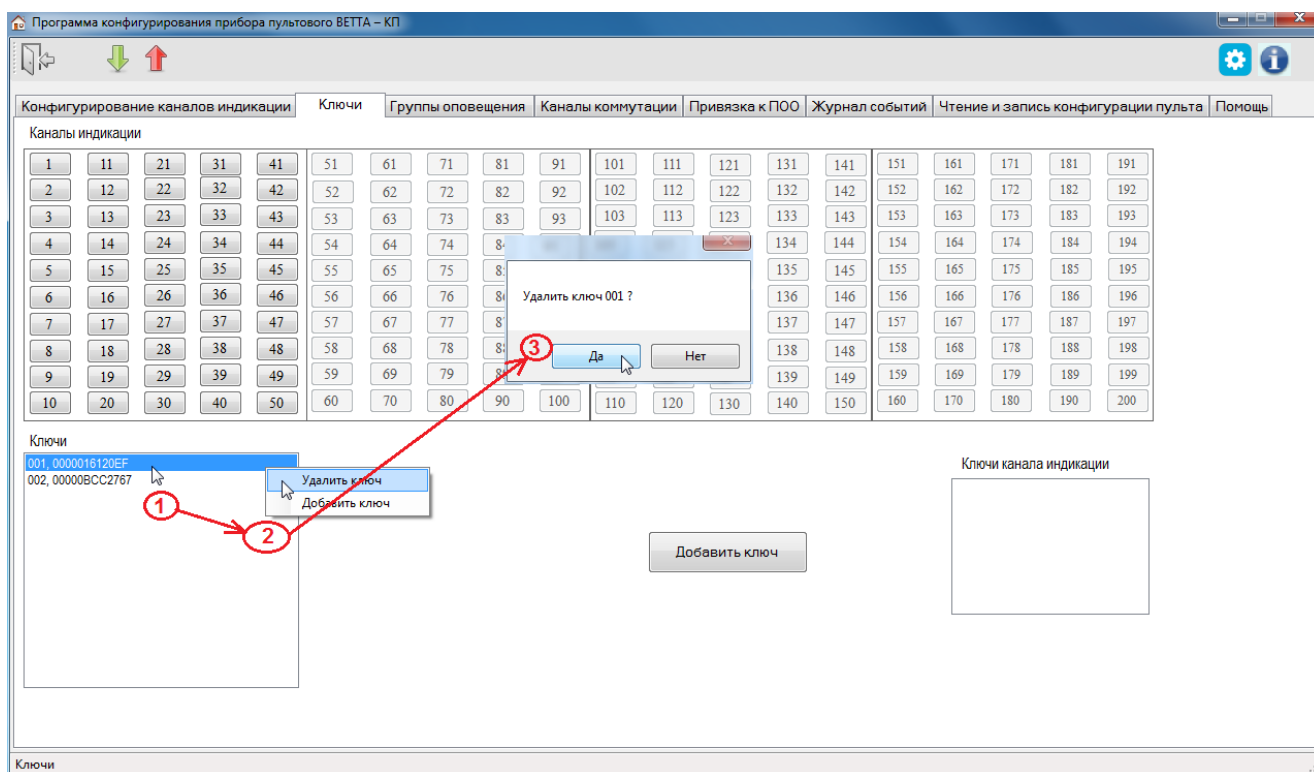

Рис. 24. Порядок действий при удалении ключа Touch Memory
- 4) После завершения чтения текущей конфигурации и запуска основного окна программы-конфигуратора, перейдите на вкладку «Ключи» (Рис. 24).
- 5) В списке «Ключи» выберите запись с кодом удаляемого ключа (Рис. 24, шаг 1).
- 6) Вызовите правой кнопкой мыши контекстное меню и выберите команду «Удалить» (Рис. 24, шаг 2).
- 7) В появившемся диалоговом окне (Рис. 24, шаг 3), подтвердите выполнение операции удаления ключа нажатием кнопки «Да».